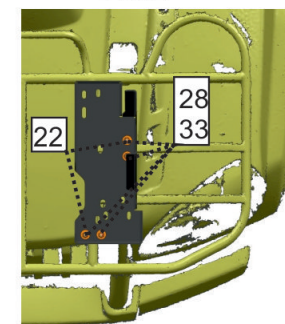

Рис.4
8. Возможна установка на багажник другой на модификации. Крепить хомутами U-образ. поз.22, гайками М6 нейл. поз.28 через шайбы 6 увелич. поз.33(см. рис.4)